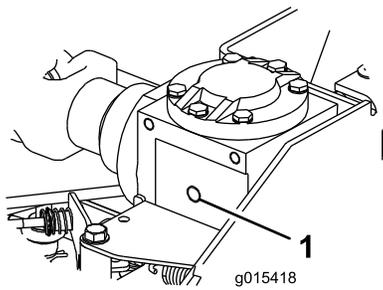

Figure 7
2. Retirez le bouchon de l'orifice de remplissage de la boîte d'engrenages et vérifiez le niveau d'huile (Figure 7).